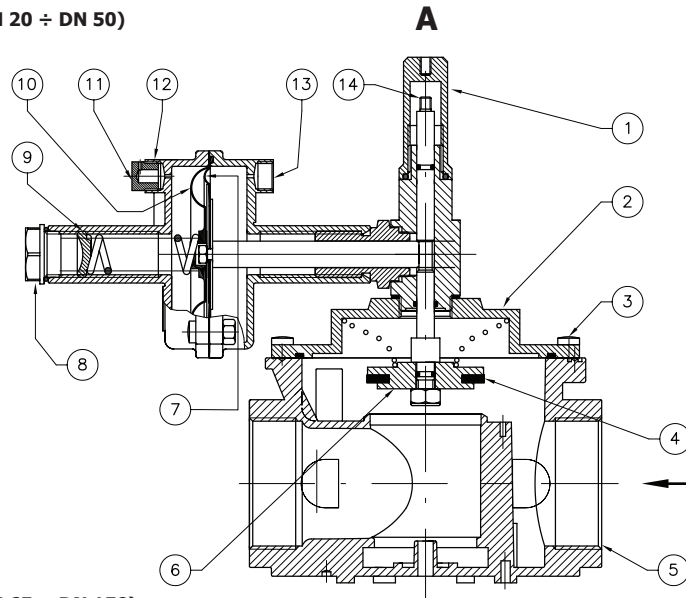

fig. 2 - Abb. 2 (DN 65 ÷ DN 150)
- Rückstell- und Schutzknopf (1) abschrauben, umlegen und die Gewindebohrung "A" am Rückstellzapfen (14) anschrauben.
- Rückstellknopf (1) leicht nach oben ziehen und kurz warten, damit sich das Druckgleichgewicht vor und nach dem Ventil einstellt. Danach den Rückstellknopf (1) bis zum Einrasten nach oben ziehen.
- Knopf (1) wieder in der ursprünglichen Position anschrauben.
- DN 65 - DN 150 P. max 1 bar:** (siehe Abb. 2)
- Rückstellknopf (1) leicht nach oben ziehen und kurz warten, damit sich das Druckgleichgewicht vor und nach dem Ventil einstellt.
- Danach den Rückstellknopf (1) bis zum Einrasten nach oben ziehen.
| <p>I</p> <p>fig.2</p> <ol style="list-style-type: none"> 1 - Manopola di riarmo 2 - Coperchio 3 - Viti di fissaggio coperchio 4 - Rondella di tenuta 5 - Corpo valvola 6 - Otturatore 7 - Membrana di funzionamento 8 - Tappo in alluminio 9 - Vite di regolazione 10 - Membrana di sicurezza 11 - Tappo antipolvere 12 - Attacco G 1/4" da collegare all'esterno se necessario 13 - Attacco G 1/4" da collegare a valle del regolatore 14 - Perno centrale 15 - Perno di riarmo | <p>GB</p> <p>fig.2</p> <ol style="list-style-type: none"> 1 - Reset handgrip 2 - Cover 3 - Cover fixing screws 4 - Washer seal 5 - Body valve 6 - Obturator 7 - Working diaphragm 8 - Aluminium cap 9 - Setting screw 10 - Membrane de sécurité 11 - Bouchon anti-poussière 12 - G 1/4" connection to connect outside if it is necessary 13 - G 1/4" connection to connect downstream the regulator 14 - Pivot central 15 - Reset pin | <p>F</p> <p>fig.2</p> <ol style="list-style-type: none"> 1 - Manette de réarmement 2 - Couvercle 3 - Vis de fixation du couvercle 4 - Rondelle de tenue 5 - Corps soupape 6 - Obturateur 7 - Membrane de fonctionnement 8 - Bouchon en aluminium 9 - Vis de réglage 10 - Membrane de sécurité 11 - Bouchon anti-poussière 12 - Raccord G 1/4" à raccorder à l'extérieur si nécessaire 13 - Fixation G 1/4" à relier en bas du régulateur 14 - Pivot de réarmement 15 - Pivot de réarmement |
| <p>D</p> <p>abb.2</p> <ol style="list-style-type: none"> 1 - Aufrüstungsventil 2 - Deckel 3 - Deckelfixierschrauben 4 - Dichtungsring 5 - Ventilkörper 6 - Verschluss 7 - Arbeitsmembrane 8 - Aluminiumpropfen 9 - Regelschraube 10 - Sicherheitsmembrane 11 - Staubabwehrpropfen 12 - Gewindeverbindung G 1/4" für Außenanschluss bei Bedarf 13 - Anschluss G 1/4" nach dem Regler anzuschliessen 14 - Mittelstift 15 - Aufrüstungsstift | <p>E</p> <p>fig.2</p> <ol style="list-style-type: none"> 1 - Manecilla de rearme 2 - Tapa 3 - Tornillos de fijación tapa 4 - Arandela de estanqueidad 5 - Cuerpo válvula 6 - Obturador 7 - Membrana de funcionamiento 8 - Tapón de aluminio 9 - Tornillo de regulación 10 - Membrana de seguridad 11 - Tapón antipolvo 12 - Racor G 1/4" que se debe conectar al exterior si es necesario 13 - Conexión G 1/4" para conectar aguas abajo del regulador 14 - Eje central 15 - Eje de rearme |